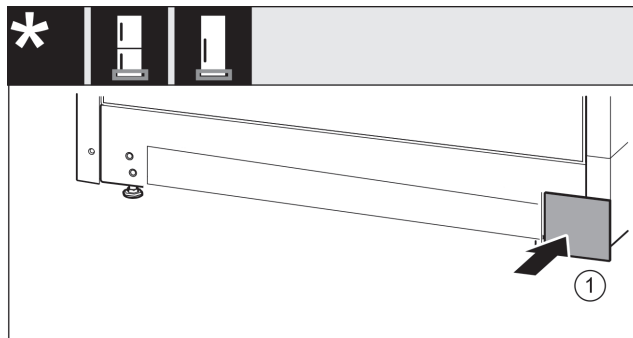

Fig. 17
- Nasadte kryt Fig. 17 (1) opäť na druhej strane.